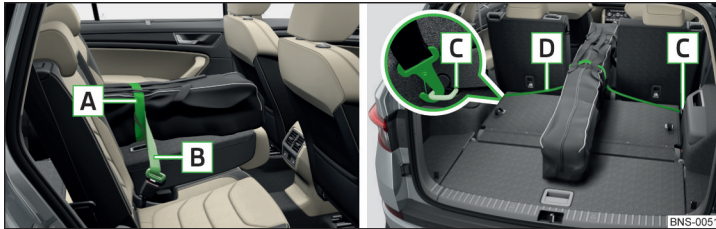

Abb. 114 Durchladesack vorn/hinten sichern
- Das Zugband **[A]** um die Skier vor den Bindungen festziehen » Abb. 114. Das Band muss die Skier fest umfassen.